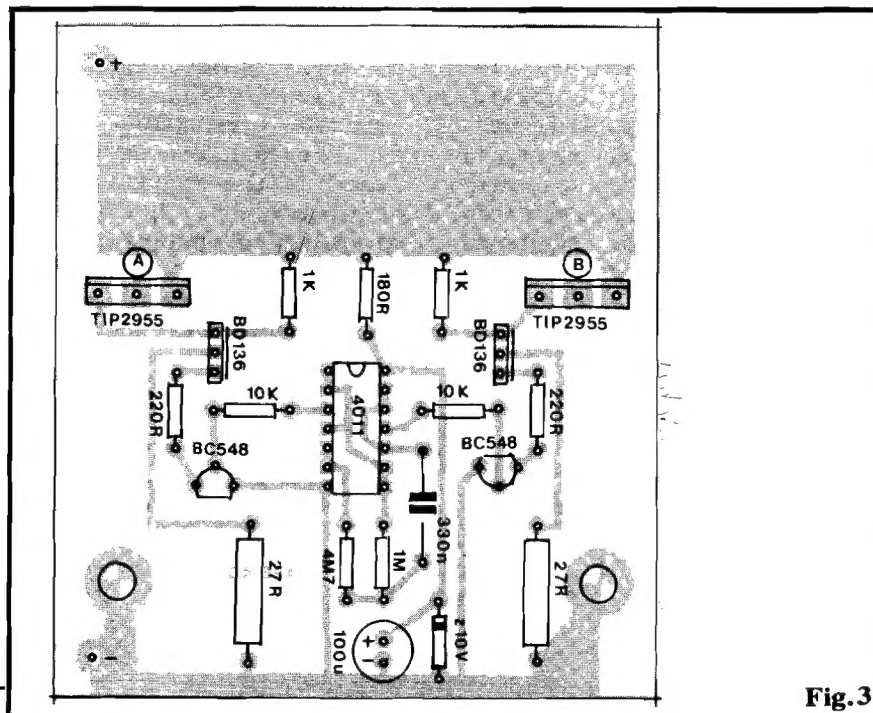

Fig. 3
- **FIG. 3 - "CHAFEADO" DA MONTAGEM** - A placa, agora vista pelo seu lado não cobreado, mostra todos os componentes já posicionados, codificados por valor, polaridade, etc. Como o Leitor/Hobbysta sabe, é tudo uma questão de **ATENÇÃO** para que não ocorram erros, inversões, essas coisas... Os componentes que merecem cuidado redobrado no seu posicionamento, são justamente os polarizados (Integrado, transístores, zener e capacitor eletrolítico...). Quanto aos demais, é só não errar o valor em função do "lugar" que ocupam na placa. Como conexões externas (melhor detalhadas na próxima figura...), além das ligações da alimentação, temos apenas as Saídas "A" e "B", que correspondem aos próprios **coletores** dos dois TIP2955, ou seja: suas "lapelas" metálicas e, por extensão, os dissipadores que lhes serão acoplados! Não há, portanto, **ilhas** específicas para as conexões de Saída dos canais... Recomendamos os "velhos e eternos" cuidados nas soldagens, e na conferência final, verificando sempre não só as posições, valores e códigos dos componentes, como também o "estado" dos pontos de solda, ausência de "curtos", "corrimentos" ou falhas, para só então serem "amputados" (pelo lado cobreado) os excessos dos terminais...